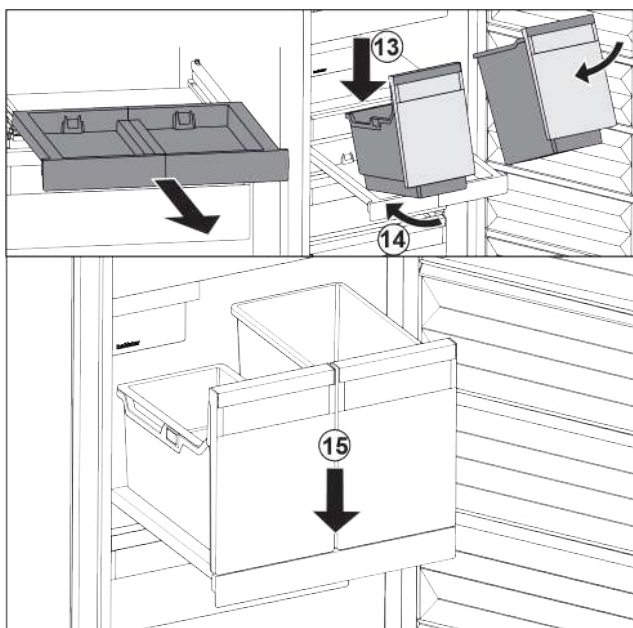

Fig. 35
- Наклоняя вниз, установите контейнеры на выдвижную панель. Fig. 35 (13)
- Вставьте контейнеры, наклоняя вниз, назад. Fig. 35 (14)
- Снимите контейнеры спереди. Fig. 35 (15)